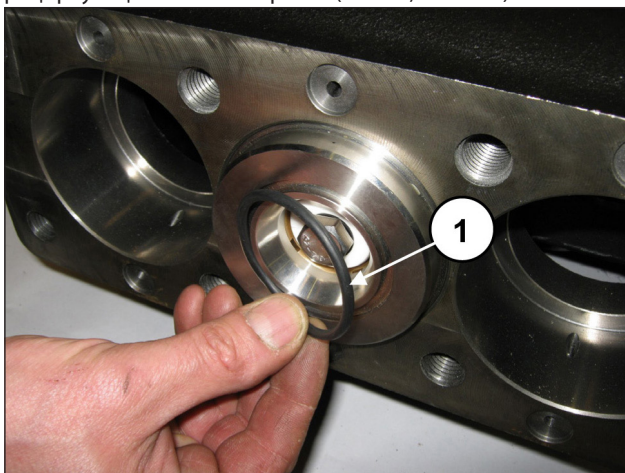
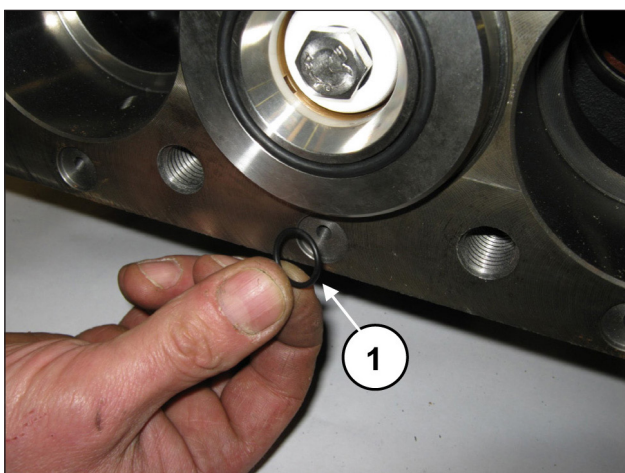

Рис. 193
Рис. 194
Вставьте фронтальное уплотнительное кольцо рубашки (поз. ①, Рис. 193) и уплотнительное кольцо рециркуляционного отверстия (поз. ①, Рис. 194).